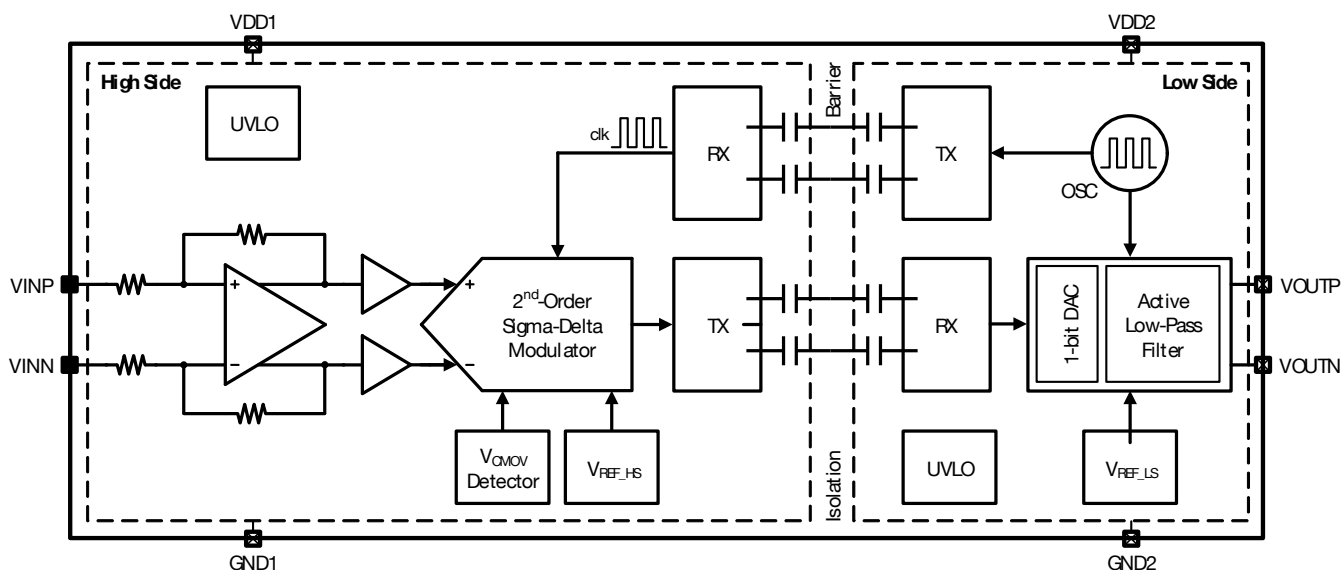

图 5-1 AMC130x功能框图
AMC130x器件是为基于分流电阻的电流检测而优化的高精度隔离式运放。功能框图如图 5-1 所示。在高边，全差分运放先对分流电阻上的压降预放大然后驱动二阶 Sigma-Delta ($\Sigma\Delta$) 调制器。该调制器将模拟信号转换成数字位流。为了在基于二氧化硅的隔离层的信号传输，数字位流通过使用简单的开关键控 (OOK) 调制方案和高频载波进一步调制。接收机 (RX) 在低边将接收到的调制信号恢复成原始的数字位流。经过1位数模转换器 (DAC) 处理后，数字位流被送到有源低通滤波器继而产生模拟输出。为了整个芯片的同步，时钟在低边产生并发送回高边，确保所有的时钟同源。